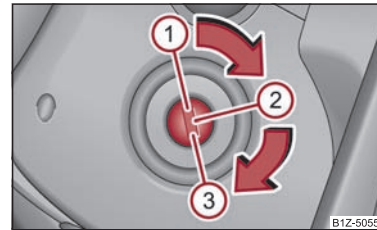

Fig. 111 Pozițiile cheii în contact
- Motorul se oprește prin rotirea cheii în contact în poziția  ⇒ pagina 105, fig. 111.